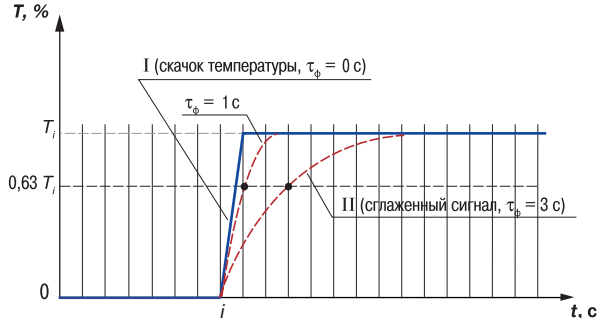

Рис. 9
3.2.4.3. На второй ступени фильтр устраняет шумовые составляющие сигнала, осуществляя его экспоненциальное сглаживание. Основной характеристикой экспоненциального фильтра является постоянная времени τ_{Φ} – интервал, в течение которого сигнал достигает 0,63 от значения каждого измерения T_i (рис. 9).
3.2.4.4. При больших значениях τ_ϕ фильтр вносит значительное запаздывание, но шумы заметно подавлены (кривая II на рис. 9). При τ_ϕ близких к нулю фильтр довольно точно отслеживает изменения входного сигнала, но уровень шума практически не уменьшается (кривая I на рис. 9). При установке оптимальных значений параметров фильтра (подробнее см. раздел 6.2.2) задержка сигнала, вносимая фильтром, не будет оказывать отрицательного влияния на процесс регулирования, при этом сохраняется эффективность подавления помех.